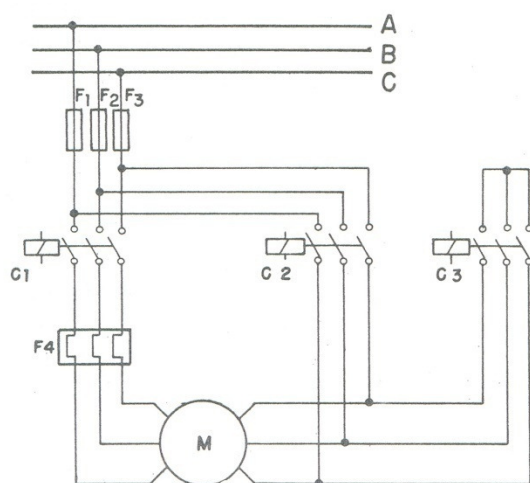

Figura 1 – Chave de partida A
- I. A figura 1 representa o circuito de principal (de potência) de uma chave estrela- triângulo.
- IV. A figura 1 representa o circuito de principal (de potência) de uma chave reversora.